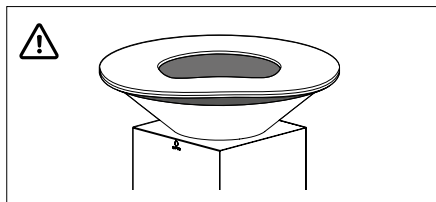

Fig. 1 - Vervormde plaat door het gebruik van te veel tropisch hardhout tegelijkertijd
- Wees heel voorzichtig met het gebruik van tropisch hardhout, daar dit erg heet wordt. Bij teveel gebruik kan de plaat zich vervormen (zie Fig. 1).